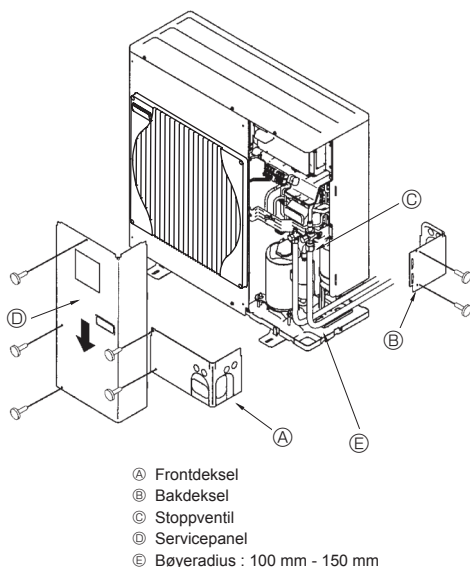

Fig. 4-4
4.3. Kjølemiddelrørlegging (fig. 4-4)